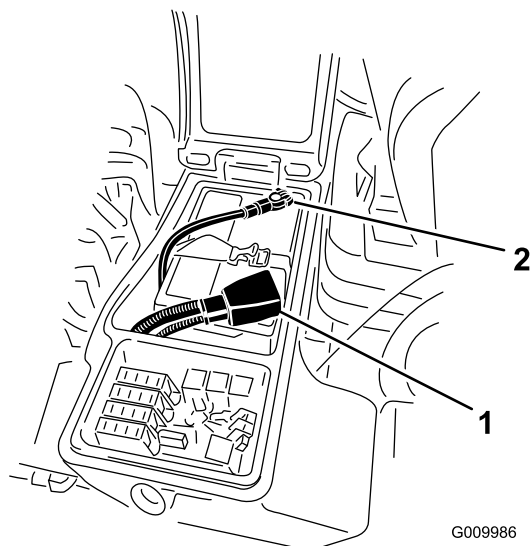

Figura 42
5. Instale o cabo positivo (vermelho) no terminal positivo (+) e o cabo negativo (negro) no terminal negativo (-) da bateria (Figura 42).